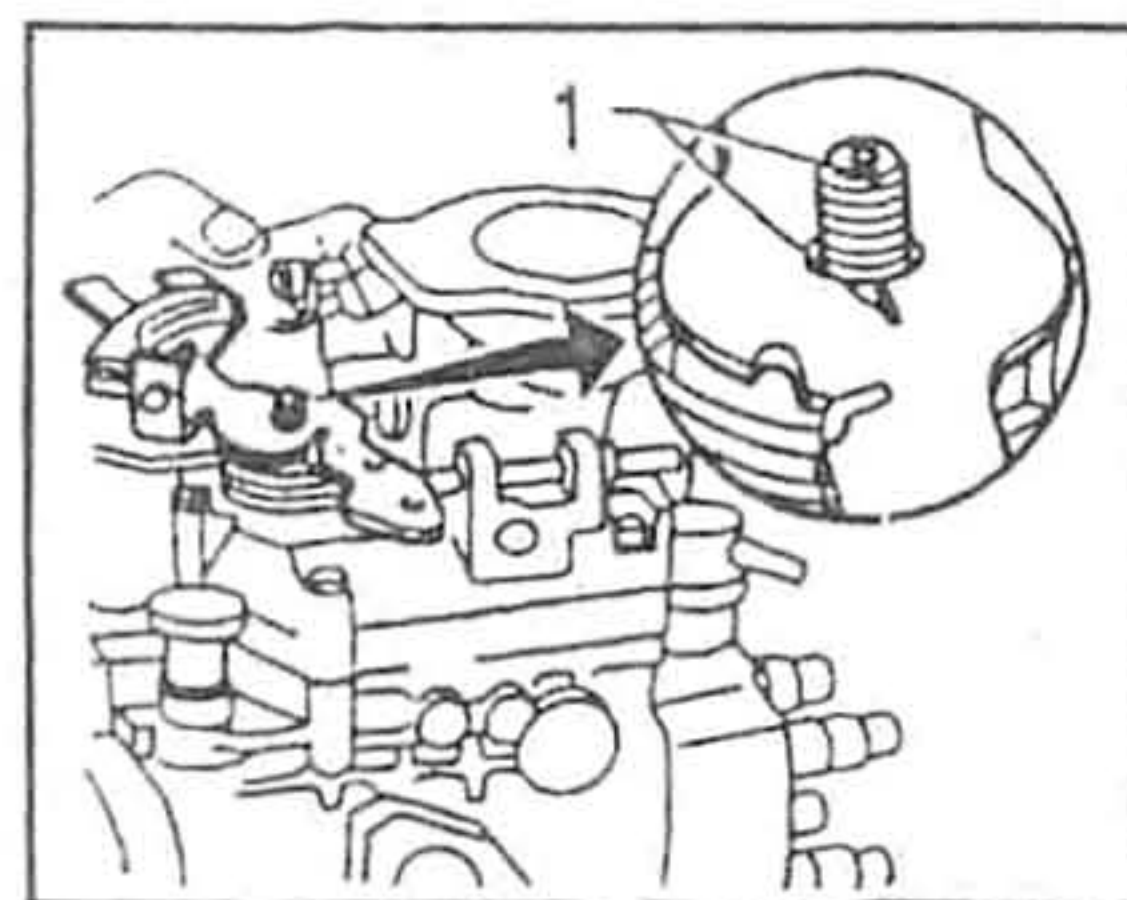

Рис. 325.
Установите рычаг управления, совмещив нанесенные при разборке метки (1) на рычаге и валу управления (рис. 325).